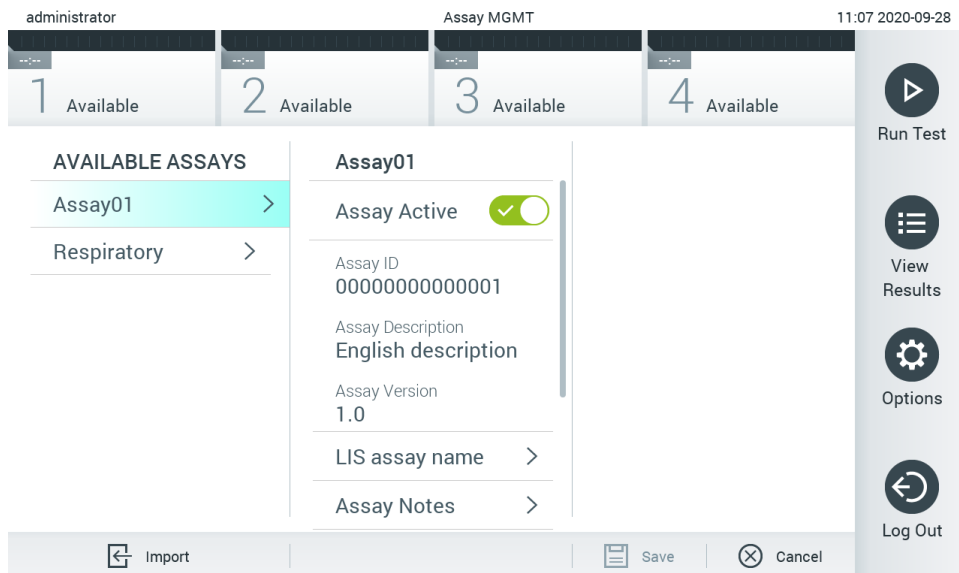

Рис. 68. Активація аналізу.
7. Аналіз стає активним, якщо натиснути кнопку Assay Active (Аналіз активний) (рис. 68).